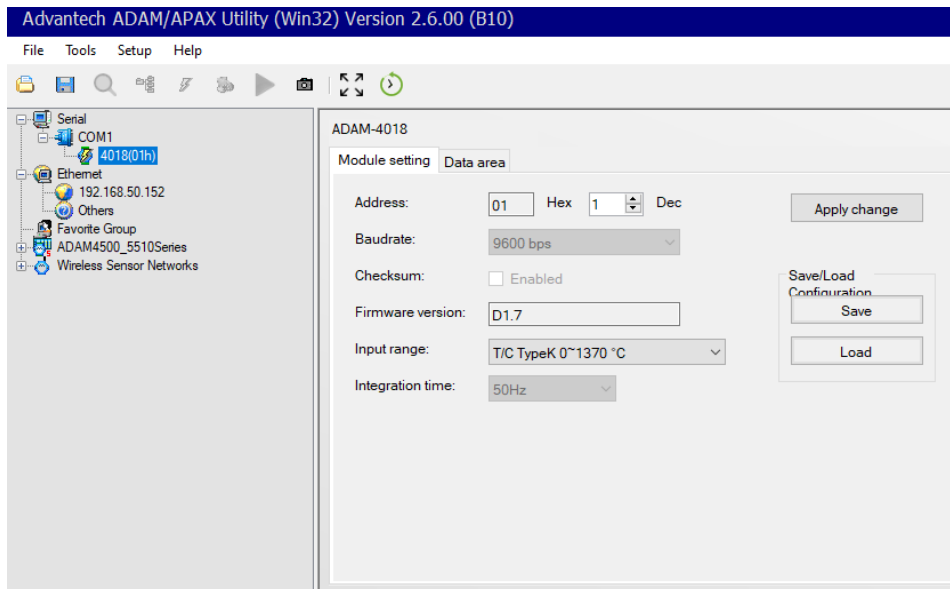

Рис. 1.17. Вікно параметрів модуля
1.3.5.2. Натиснути на зображення модуля, після чого з'явиться вікно параметрів модуля (рис. 1.17). У полі «Input range» обрати діапазон вимірювання аналогового сигналу напруги 0-5 В та натиснути на кнопку «Apply change» для збереження налаштувань.